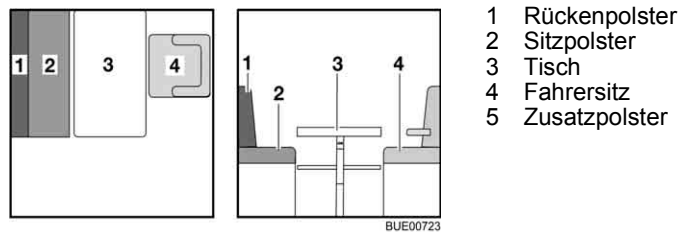

Bild 120 Vor dem Umbau
- Den Fahrrersitz (Bild 120,4) drehen und ganz nach vorn schieben.
- Den Tisch (Bild 120,3) zum Bettunterbau umbauen (siehe Abschnitt 6.11).
- Das Rückenpolster (Bild 120,1) beiseite legen.